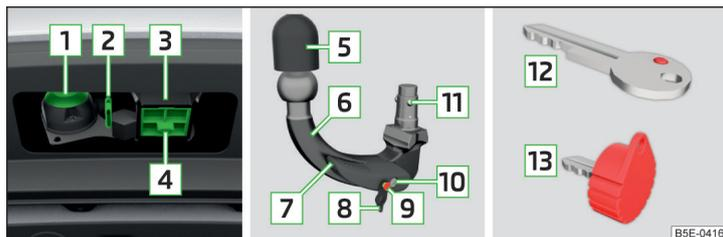

Abb. 185 Träger der Anhängervorrichtung / Kugelstange / Schlüssel (Vari-ante 1 und 2)
Träger der Anhängervorrichtung und Kugelstange » Abb. 185
- Die Abdeckkappe für den Aufnahmeschacht **4** » Abb. 185 auf Seite 174 nach unten abziehen.